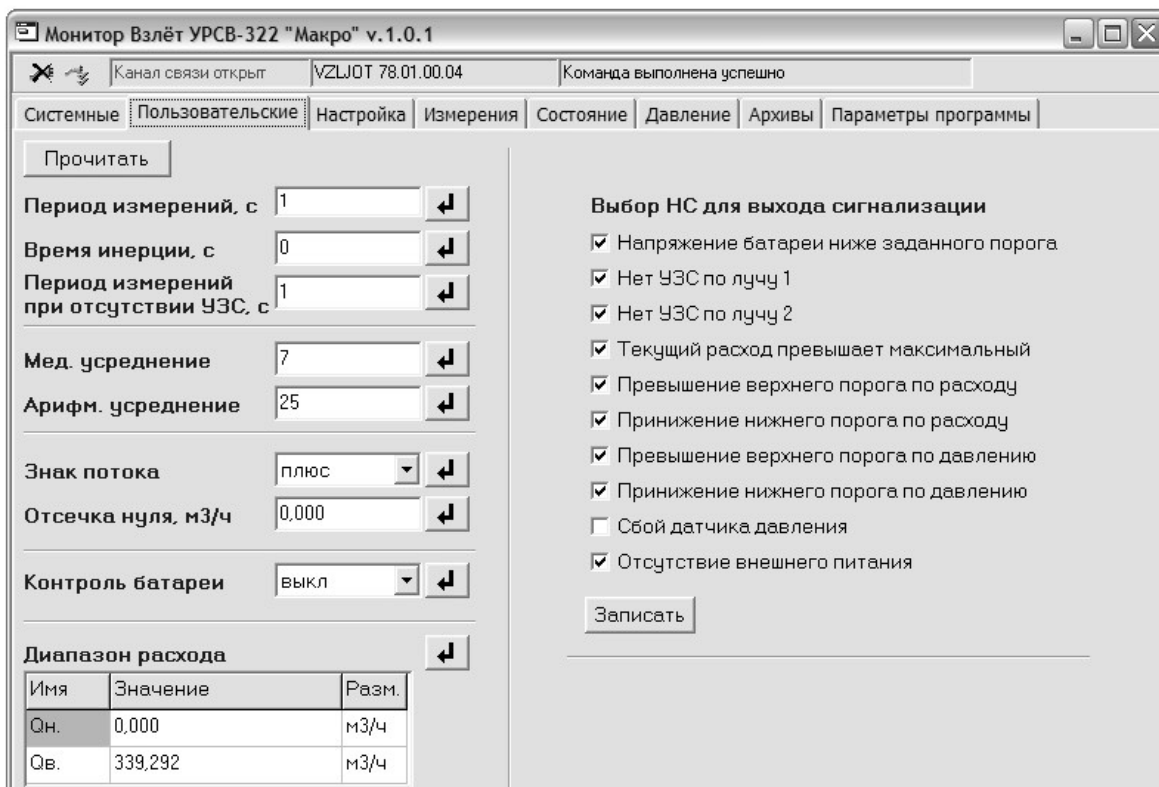

Рис.8. Окно вкладки «Пользовательские».
3.1.5. Щелкнуть мышкой по вкладке **Пользовательские**. На дисплее ПК отобразится окно, показанное на рис.8.
3.3.2. В случае использования в составе расходомера блока СПД, становится возможной передача сообщения о возникшей неисправности или НС по каналу сотовой связи. Для этого во вкладке **Пользовательские** программы «Монитор Взлет УРСВ-322» (см. рис.8) в соответствующих полях устанавливаются «галочки». При возникновении отмеченных НС, ВП расходомера формирует логический сигнал, поступающий на СПД. В результате СПД проводит внеочередной сеанс связи с расходомером, считывает из архива код возникшей НС и передает сообщение о нештатной ситуации диспетчеру или на сервер.